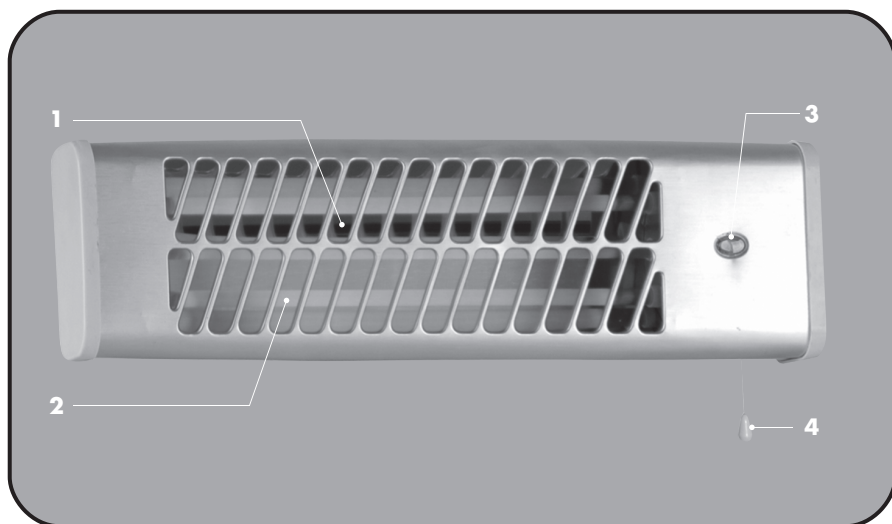

Abb. 2: Geräteübersicht
1. Vergewissern Sie sich, dass die Heizstufenanzeige des Quarz-Heizstrahlers (siehe Abb. 2, Nr. 3) auf „0“ steht. Schließen Sie dann den Quarz-Heizstrahler an eine geerdete, durch einen FI-Schutzschalter abgesicherte Steckdose an.
2. Schalten Sie nun das Gerät ein, indem Sie den Zugschalter (siehe Abb.2, Nr. 4) so oft nach unten ziehen bis auf der Heizstufenanzeige (siehe Abb. 2, Nr. 3) die gewünschte Heizstufe erscheint. Folgende Möglichkeit stehen Ihnen hierzu zur Auswahl:
1. Ziehen Sie den Zugschalter (siehe Abb.2, Nr. 4) so oft nach unten bis auf der Heizstufenanzeige (siehe Abb. 2, Nr. 3) die „0“ erscheint.